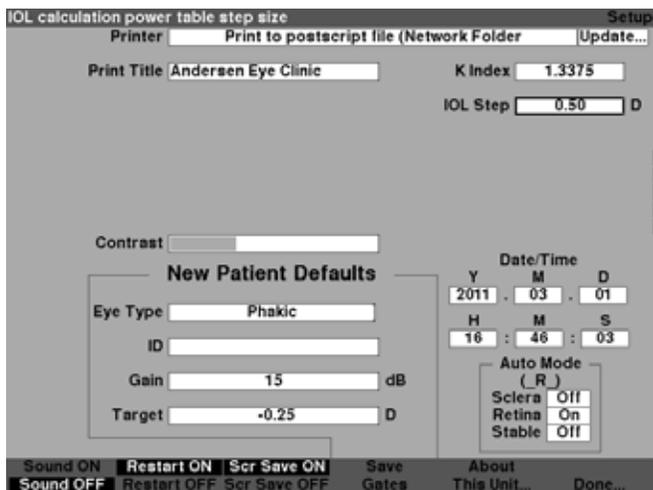

Figura 5-60 Campo de etapa de LIO selecionado
1. Dentro da tela de Configuração, gire o botão para selecionar o campo da LIO, indicado pela borda sólida em preto conforme mostrado na Figura 5-60.